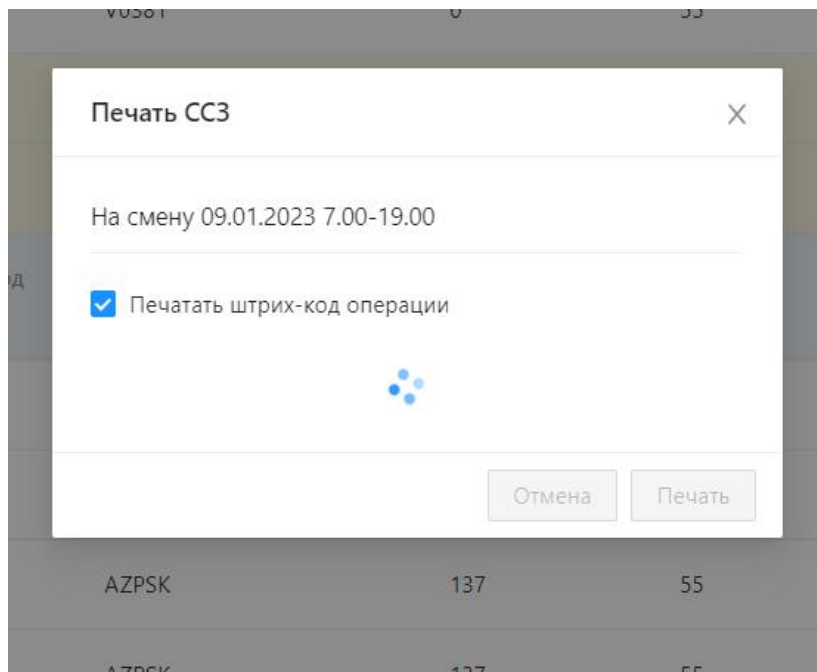

Рисунок 102
- в открывшемся модальном окне снять или выбрать опцию «Печатать штрих-код операции» (Рисунок 102);